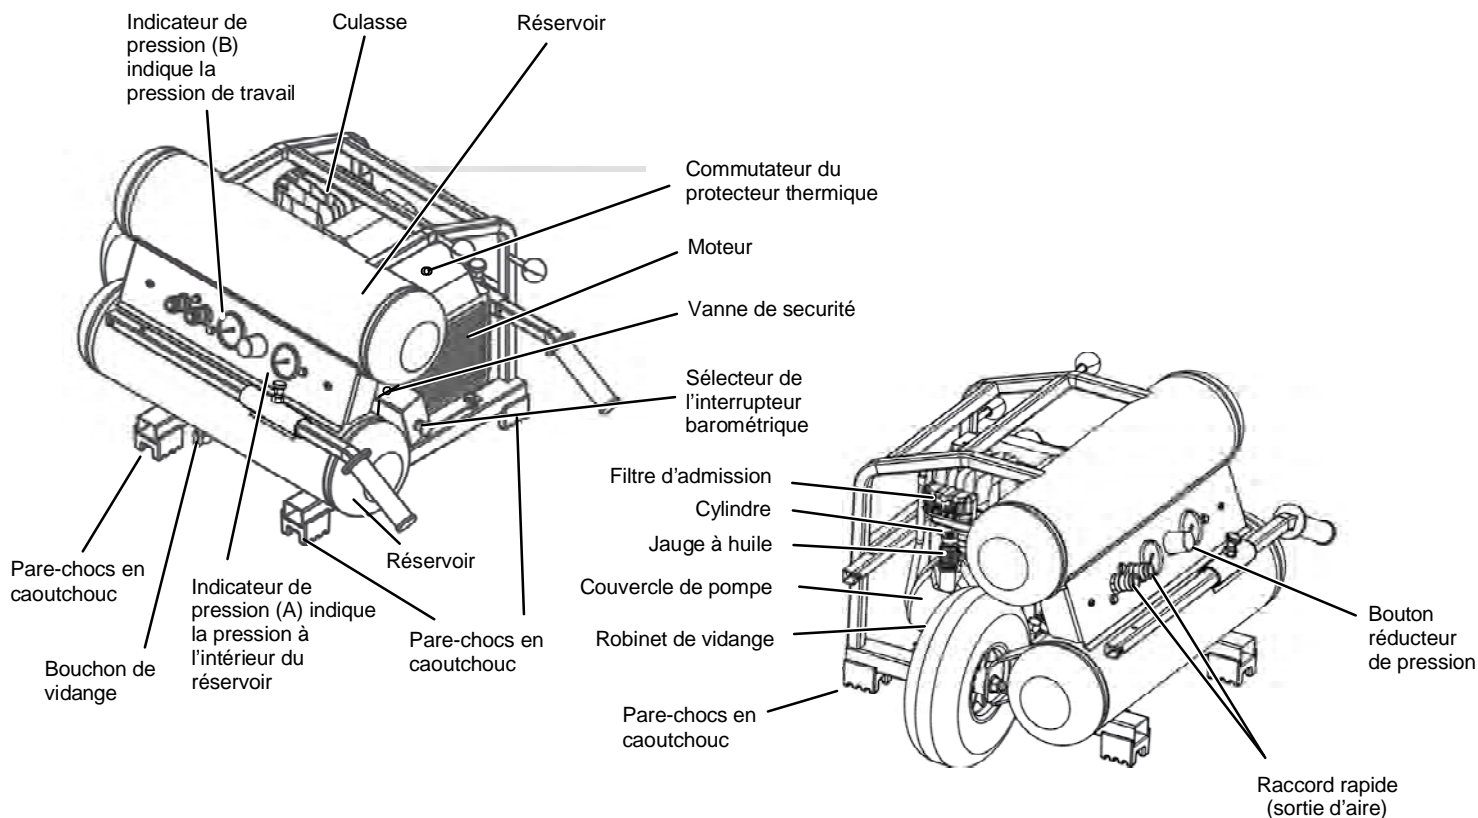

Fig.1
**REMARQUE:** Quand on utilise ou on range le compresseur, appliquer les 4 protections en caoutchouc, en bas, sur le sol (Consulter la Fig. 1).
- (1) Positionner le sélecteur de l'interrupteur barométrique sur «OFF» (Voir Fig. 1 et Fig. 4).
- (2) Débrancher la fiche de la source d'alimentation.